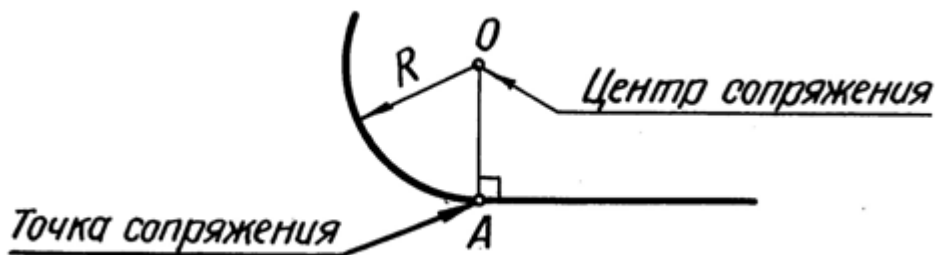

Рис. 12
1. для сопряжения прямой и дуги необходимо, чтобы центр окружности, которой принадлежит дуга, лежал на перпендикуляре, восстановленном к прямой в точке касания (рис. 12);